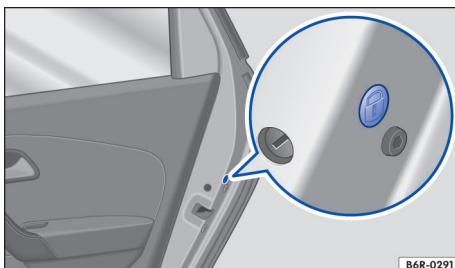

Fig. 51 Na porta traseira: travamento de emergência, coberto por uma vedação de borracha.
- Remover a vedação de borracha na lateral da porta. A vedação está identificada por um círculo com um ponto → Fig. 51.